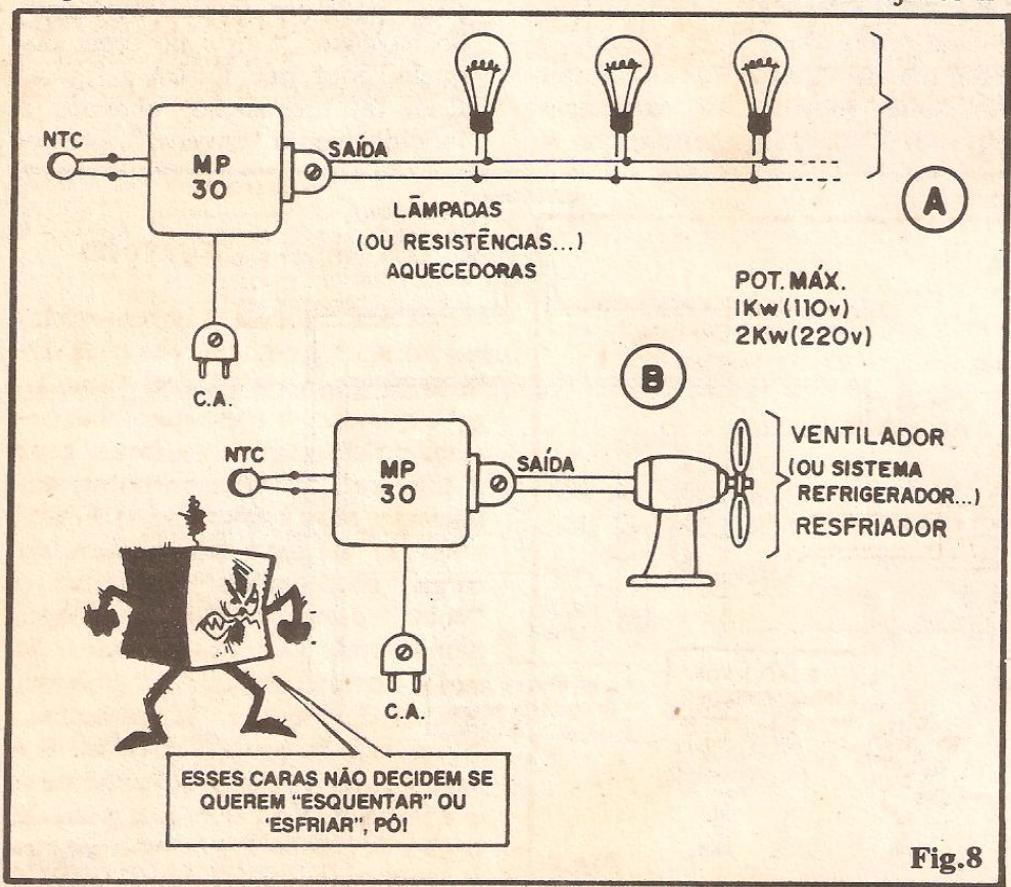
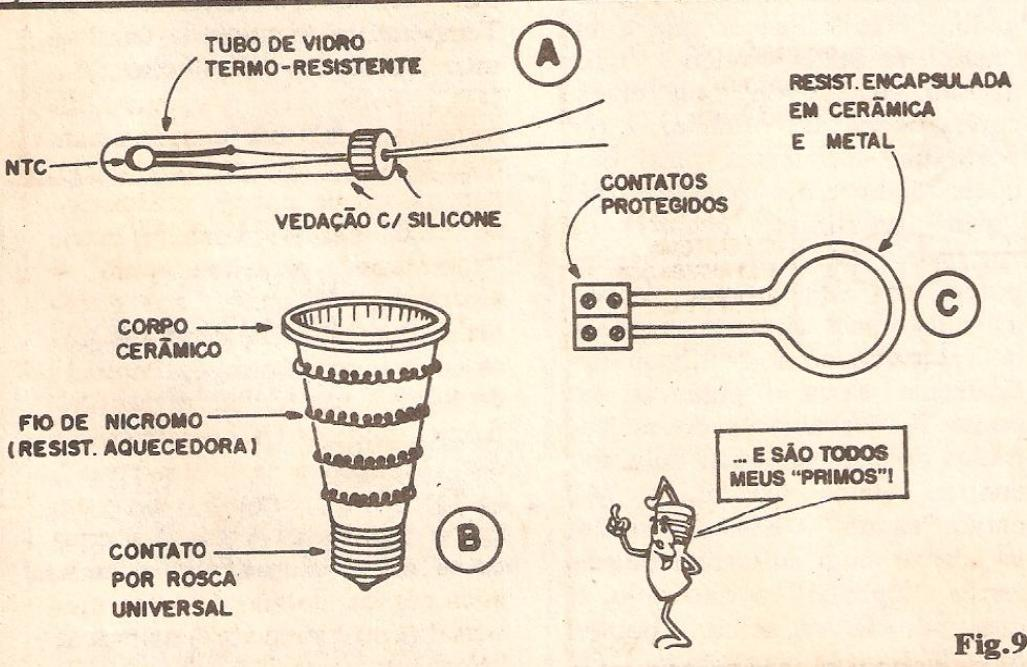

Fig.8
Fig.9
**- FIG. 8 - ARRANJOS TÍPICOS PARA UTILIZAÇÃO** - No diagrama 8-A temos um arranjo básico para utilização na função "frio liga", ou seja: aquele em que a MP-30 aciona automaticamente elementos aquecedores assim que a Temperatura controlada "caia" a um pré-determinado "limiar"... Observem que a sugestão indica o uso, como "elementos aquecedores", de simples lâmpadas incandescentes (uma solução prática muito adotada - por exemplo - em chocadeiras elétricas...), mas nada impedindo que "resistências aquecedoras" mesmo, industrial-
**- FIG. 9 - O TERMO-SENSOR E OS ELEMENTOS AQUECEDORES, NA PRÁTICA** - "Os dedos" da MP-30 são representados pelos termísteros NTC... É "ele" que "sente" as variações na Temperatura (revejam a "Aula" nº 11, se já tiverem esquecido seu funcionamento...) e "traduz", eletricamente, tais condições ao circuito, para que sejam tomadas as "devidas providências"....). Pela sua importância no desempenho geral do THERMOSTATO, o sensor merece algum "respeito" e cuidado... Se, por exemplo, o meio controlado for um fluido, líquido (água ou solução química...), convém impermeabilizar bem o NTC, eventualmente encapsulando-o num tubinho de vidro termo-resistente (pirex), conforme sugere o diagrama 9-A. O tal tubinho deve ser dotado de tampa, e a vedação desta deverá ser promovida com silicone ou cola de epoxy... Com tal construção, o sensor poderá, "sem medo", ser "mergulhado" em qualquer líquido, mantendo suas funções, devidamente protegido... Existem, é claro, outras possibilidades de dar uma "roupa" ou proteção ao NTC, soluções que dependerão muito do tipo de aplicação, e surgirão naturalmente da criatividade e bom senso do Leitor/"Aluno"... Outro exemplo: no monitoramento/sensoreamento da Temperatura de "algo sólido" (a estrutura de um maquinário...), o NTC, pelas suas pequenas dimensões, pode ser simplesmente colado à conveniente superfície, com massa de epoxy, utilizando-se esse adesivo também como "cobertura" protetora para o termíster... Já quanto aos eventuais elementos aquecedores comandados pela Saída de Potência da MP-30, são muitas as possibilidades práticas (já mencionada a das "lâmpadas esquentadoras", na fig. 8-A...): em 9-B vemos um típico aquecedor com filamento de nicromo, com estrutura cerâmica cônica, dotado de rosca universal (tipo "lâmpada") na base... "Esquentamentos" de pequena ou